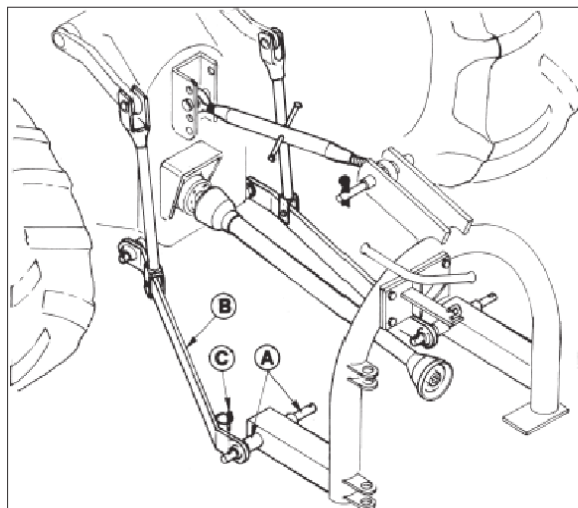

FIG. 4.1
Assicurarsi che i perni (A)(Fig. 4.1) degli attacchi per il sollevamento siano ben puliti e lubrificati. Inserire i perni nei bracci di sollevamento (B)(Fig. 4.1) e bloccare con gli spilli di sicurezza (C)(Fig. 4.1).
Inspeccionarla cuidadosamente para verificar que no haya aflojamientos ni anomalías visibles. Asegurarse que los pernos (A)(Fig. 4.1) de las conexiones para la elevación estén perfectamente limpios y lubricados.
Introducir los pernos en los brazos de elevación (B)(Fig. 4.1) y ajustar los punzones (C)(Fig. 4.1).
S'assurer que les pivots (A)(Fig. 4.1) des attaches pour le levage soient bien propres et lubrifiés. Insérer les pivots dans les bras de levage (B)(Fig. 4.1) et bloquer avec les épingles de sûreté (C) (Fig. 4.1).